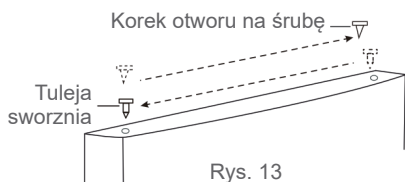

Rys. 11
12. Zawias środkowy zamontuj po lewej stronie korpusu za pomocą dwóch śrub (→ Rys. 11).